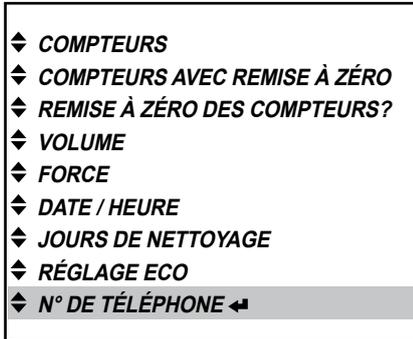

Fig. 62
- Appuyez sur la touche d'entrée ◀ pour afficher le menu « N° DE TÉLÉPHONE » (fig. 62).